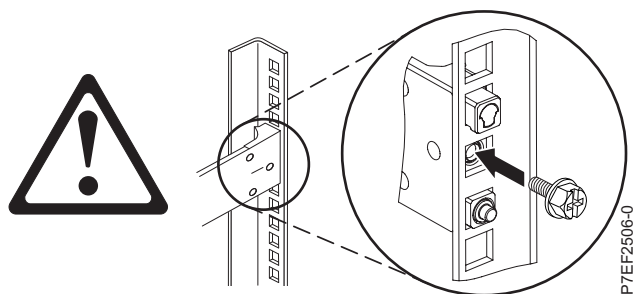

Figura 4. Reinstalando o parafuso
4. Reinstale o parafuso que foi removido na etapa 2 na página 3, conforme mostrado na Figura 4 na página 5.